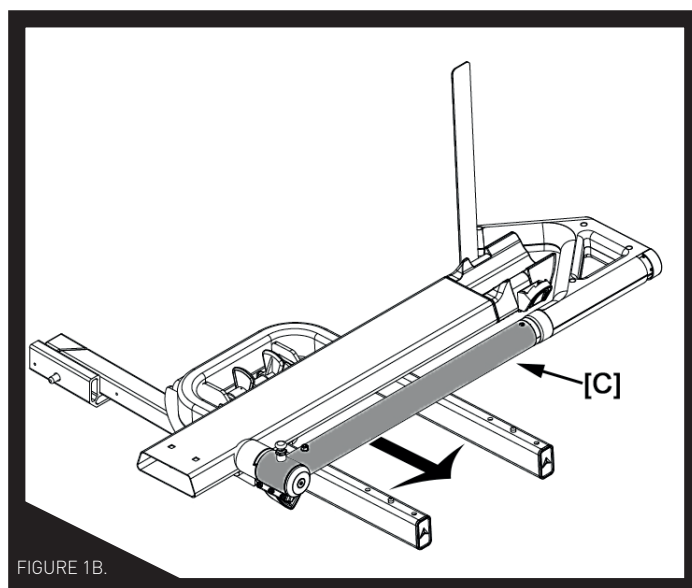

FIGURE 1B.
**IMPORTANT !** Comme le montre la figure 1B, le support de vélo doit être installé avec le bras de longeron [C] vers l'extrémité ouverte du support en U